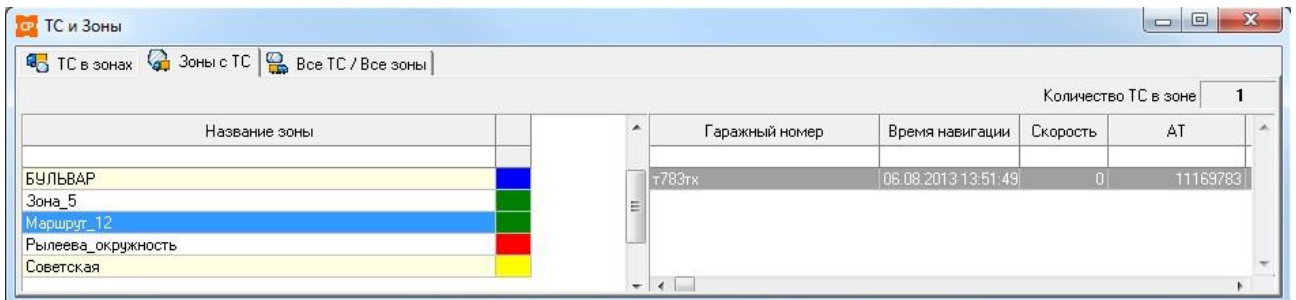

Рисунок 104 – Окно «ТС и зоны» с активной вкладкой «Зоны с ТС»
- 3.1 Активировать вкладку «Зоны с ТС» (см. Рисунок 104).
- 3.2 Выделить зону в левом списке окна. В правой таблице Программа отразит данные по ТС, которые были зафиксированы на момент получения навигационной посылки в столбце «Время навигации» (см. Рисунок 104).